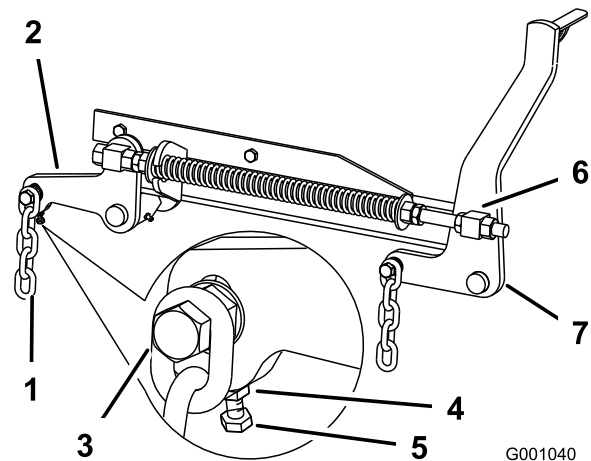

Figura 84
7. Se as medições nas posições **B** ou **C** não estiverem corretas, desaperte o parafuso que fixa a correia traseira ao braço de suporte traseiro (Figura 84).
8. Desaperte a porca de segurança debaixo do braço de suporte traseiro e ajuste o parafuso de ajuste para obter uma medição de 80 a 83 mm (Figura 84).
7. Desaperte as porcas de segurança das articulações frontais, na dianteira das articulações direita e esquerda, aproximadamente 13 mm (Figura 84).
8. Ajuste as porcas de elevação tanto no lado direito como esquerdo da máquina para obter 6 a 10 mm mais baixo na frente em **A** do que atrás em **B** (Figura 84).